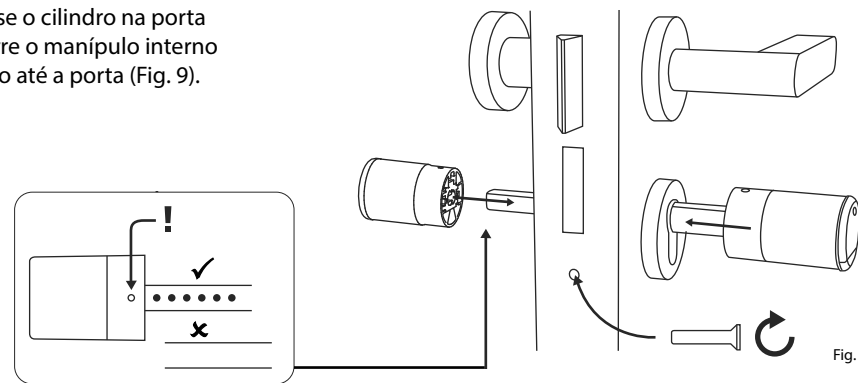

Fig. 9
- ⑥ Aparafuse o cilindro na porta e empurre o manípulo interno e externo até a porta (Fig. 9).